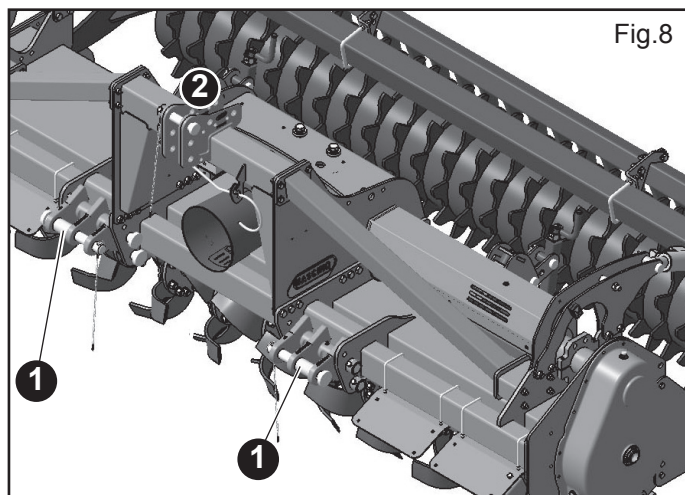
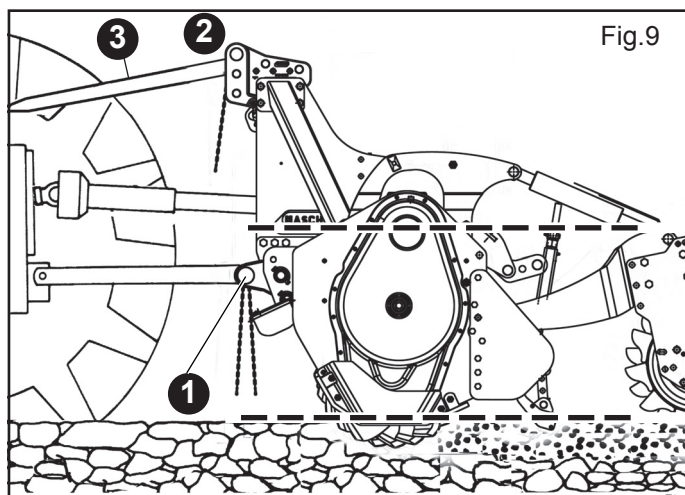

Fig.8
Fig.9
- 1) Die Hubvorrichtungsstangen in die vorhandenen Bolzen einhängen (1, Fig.8, Fig.9) und mit den Sicherheitssplints blockieren.
- 2) Den oberen dritten Punkt (2, Fig.9) ankuppeln. Der Stift muß durch seinen Splint blockiert werden; mit der Einstellzugstange (3, Fig.9) die Maschine senkrecht zum Boden ausrichten (Fig.9).